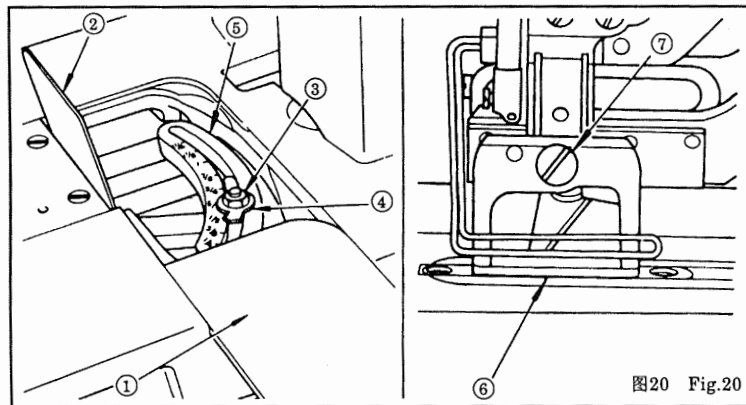

图20 Fig.20
17. 钮孔长度(送布量)的调节 图20
17. ADJUSTING THE OVEREDGING LENGTH(BUTTONHOLE LENGTH) Fig.20